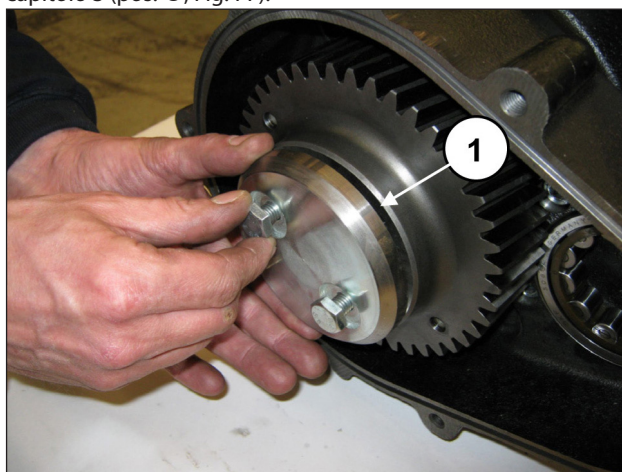

Fig. 76
Fissare il fermo corona (pos. ①, Fig. 76) utilizzando le 2 viti M10x25.